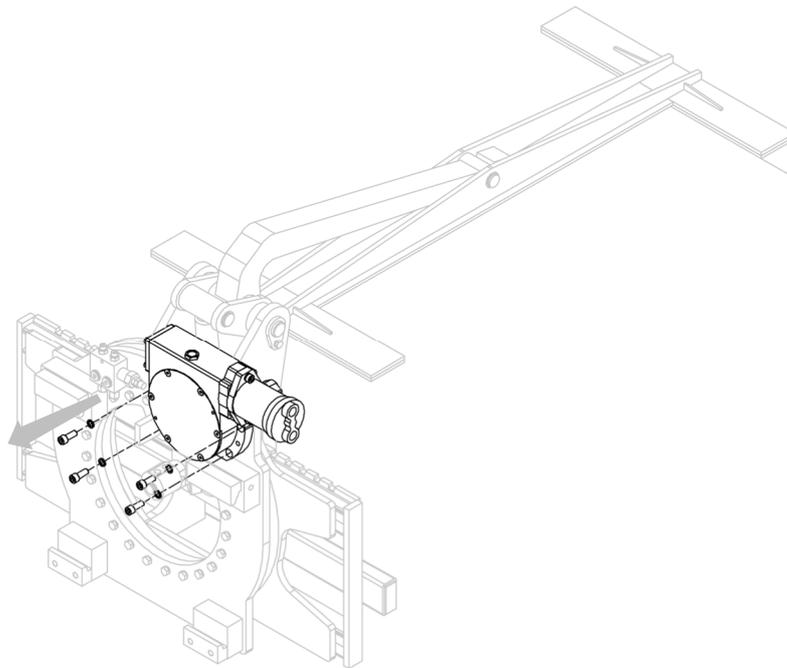

Abbildung 23
3. Entfernen Sie das Getriebe-Motor-Paar von der Gerätestruktur, nachdem Sie die entsprechenden Schrauben entfernt haben (siehe *Abbildung 23*).